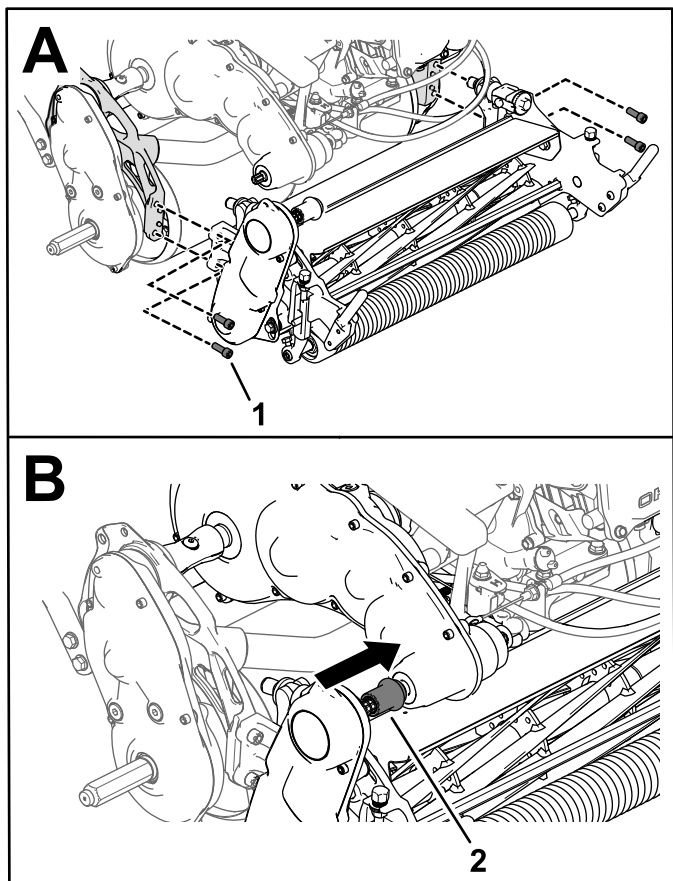

Figura 47
3. Con 4 viti a testa incassata fissate l'apparato di taglio al telaio (Figura 47).
4. Fate scorrere l'accoppiatore della trasmissione dell'apparato di taglio sull'albero di trasmissione (Figura 47).